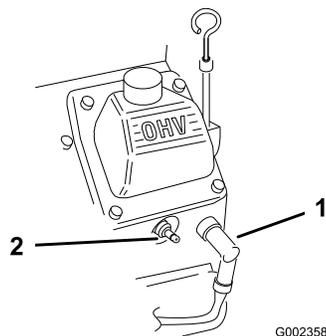

Figura 23
2. Scollegate i cappellotti dalle candele (Figura 23).